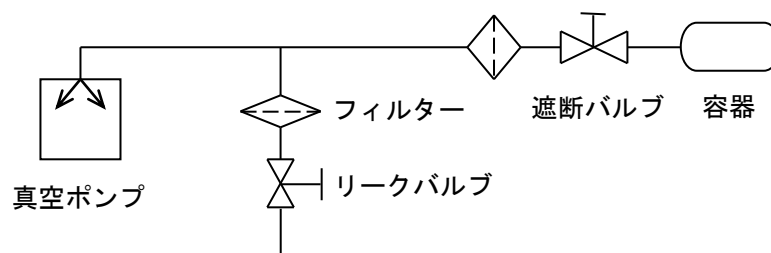

図3-2. 容器を真空排気する場合の配管例
- 5) 容器を真空排気する場合の配管は、図3-2.のようにポンプの吸気管と容器との間に真空状態を保つために遮断バルブを取付けてください。